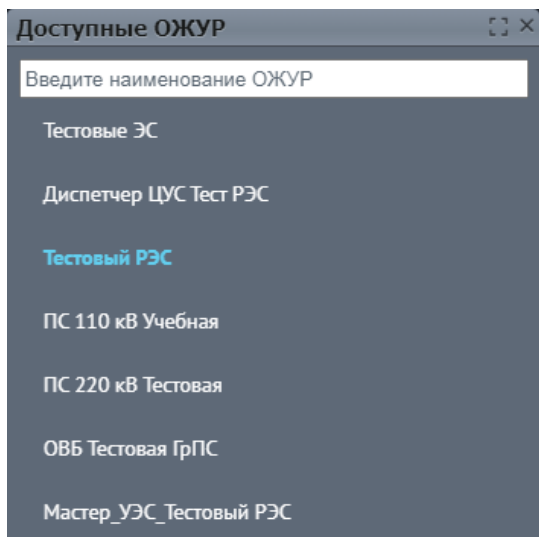

Рисунок 9 – Список доступных ОЖУР
-  **ОЖУР Тестовый РЭС** - Отображает текущий ОЖУР. При нажатии появляется список доступных ОЖУР с возможностью выбора (Рисунок 9):